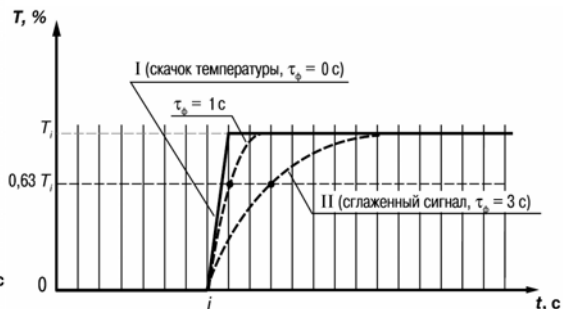

Рисунок 3.4
3.2.4.3 Во-вторых, фильтр устраняет шумовые составляющие сигнала, осуществляя его экспоненциальное сглаживание. Основной характеристикой экспоненциального фильтра является постоянная времени τ_{ϕ} – интервал, в течение которого сигнал достигает 0,63 от значения каждого измерения T_i (рисунок 3.4).